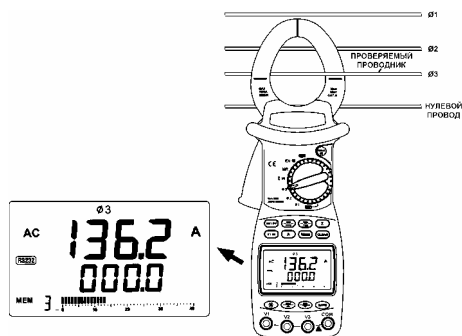
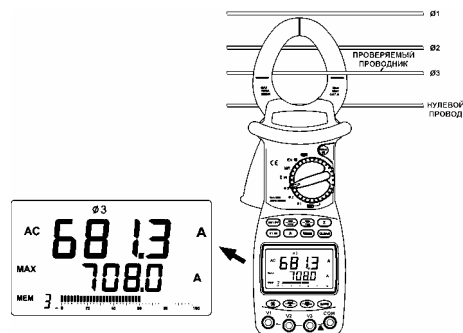

Рисунок 5. Измерение переменного тока.
Рисунок 6. Измерения максимального значения тока
- Нажмите клавишу открывания датчика тока и обхватите клещами одиночный проводник с измеряемым током. Нажмите кнопку **A** и значение измеренного тока (True RMS) в проводнике будет отображено на основном дисплее (см. рис.5).
- Для измерения максимального значения тока нажмите кнопку **MAX**, и на дополнительном дисплее будет отображено максимальное значение тока. Нажмите кнопку **MAX** еще раз для прекращения измерения максимального значения (см. рис.6).
- Прибор позволяет наблюдать на ЖК-дисплее измеряемый ток с двумя шкалами графического индикатора: "0-20-40-60-80-100" или "0-10-20-30-40" (см. рис.5 и рис.6).